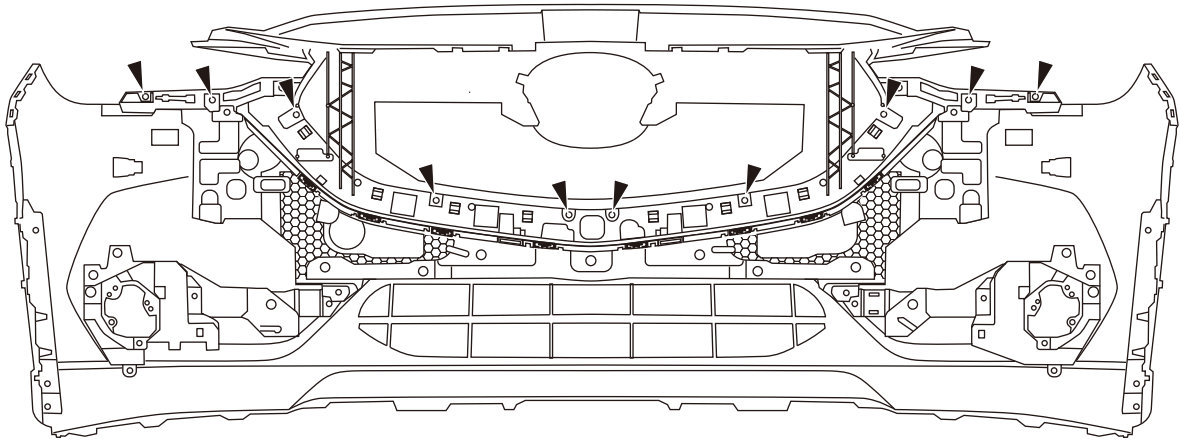

図4 純正グリルメッシュ取外し
4. 図4を参照し、ラジエターグリルレインフォースメントからグリルメッシュを取外します。